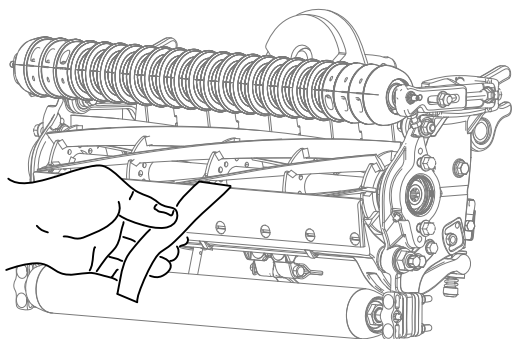

Рисунок 20
2. Проверьте характеристики скашивания, вставив длинную контрольную полоску бумаги (№ детали 125-5610 по каталогу Того) между барабаном и неподвижным ножом, перпендикулярно неподвижному ножу (Рисунок 20). Медленно поверните барабан вперед. При этом бумага должна разрезаться.